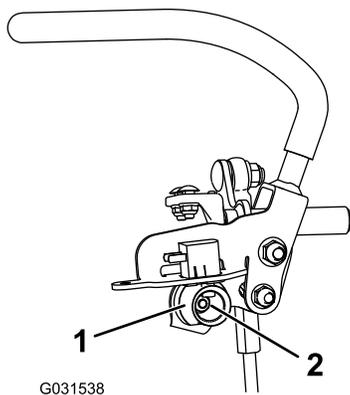

Figura 83
6. Allentate il dado che regge la camma (Figura 83).